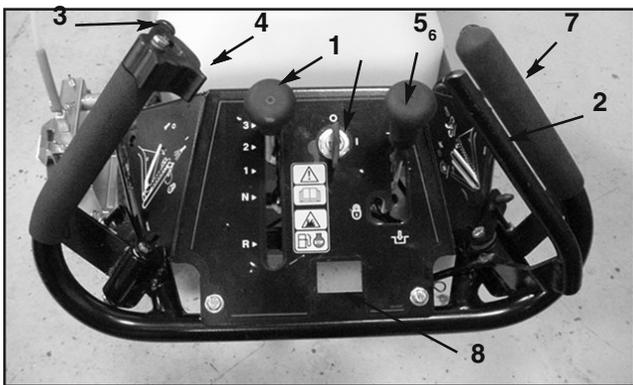

図12
前進3段階、後退1段階で切り替え可能です。希望する速度位置にセクタを動かしてください。(図12)
走行ドライブを ON にするには、レバーを前に倒して、右ハンド・グリップに押し付けるようにします(図12)。走行を停止するには、レバーから手を離します。
レバーを握り込む(左ハンド・グリップに押し付けるように)すると、ペイントの噴射が始まります(図12)。ペイントの噴射を停止するには、レバーから手を離します。
ペイント制御レバーについているラッチをつかうと、レバーの位置を固定することができます(図12)。長い線を引くときや、システムの洗浄を行う時に、このレバーを使用すると便利です。
レバーを後に倒すと駐車ブレーキが掛かります。レバーを固定穴(ディテント)にセットすると駐車ブレーキとなります。レバーをディテントから外して前に倒すと駐車ブレーキが解除されます(図12)。
エンジンの始動はリコイル・スタータを引いて行いますが、その前にキーを ON 位置にセットしてください(図12)。キーを OFF 位置に回せばエンジンは停止します。
6. 始動キーを START 位置に回す (図12)。
ライン・ペインターには3種類の前進速度があります。1は低速、2は中速 (ペイント作業用)、3は高速 (移動走行用) です。(図12) R は後退です。